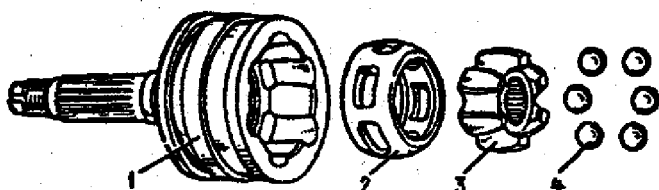

Fig. 3-77. Componentes da junta homocinética: 1 - corpo da articulação; 2 - gaiola; 3 - aro interno; 4 - esferas.
9. A desmontagem do conjunto da junta homocinética (articulação externa) deverá ser efetuada com extremo cuidado, e seguindo rigorosamente as instruções descritas nos itens a seguir. Os componentes da junta homocinética estão ilustrados na fig. 3-77.